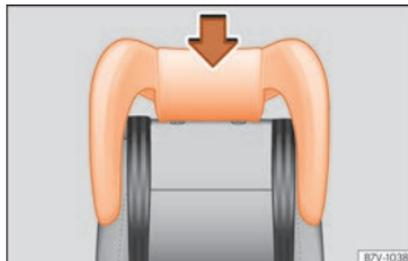

Fig. 96 Siège intégré pour enfants : monter son appuie-tête.
- Montez l'appuie-tête du siège pour enfant sur le guide du dossier correspondant jusqu'à ce qu'il s'encastre »» fig. 96.